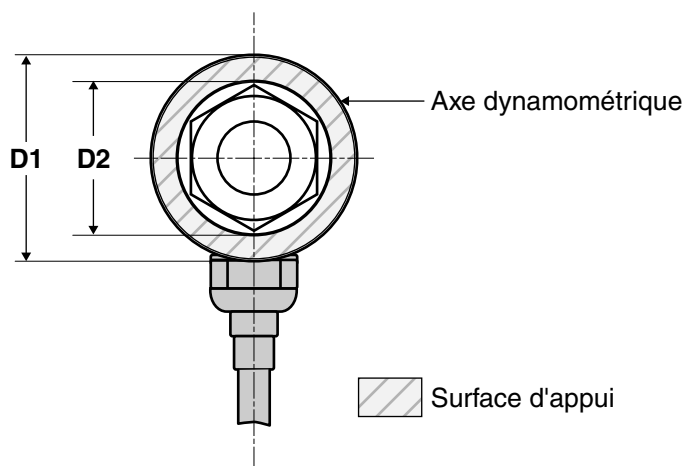

*Figure 2-7* Axe dynamométrique monté de série LE/LU (LE/LU 211, LE 311 et LE 511 à LE/LU 217 respectivement LE 317 et LE 517)
2. Appuyer le manchon sur l'extrémité de l'axe—celle opposée au presse-étoupe ou au connecteur électrique (voir la *figure 2-7*) - en évitant de toucher le couvercle hexagonal (voir la *figure 2-8*).